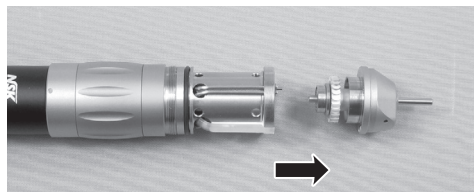

Fig. 16
- (2) Sujete la fresa y tire hacia delante para sacar el cartucho. (Fig.16) Puede ocurrir que la junta tórica se quede en el rodamiento trasero dentro de la carcasa, asegúrese de quitar la junta tórica. Limpie el cabezal antes de volver a insertar un nuevo cartucho.